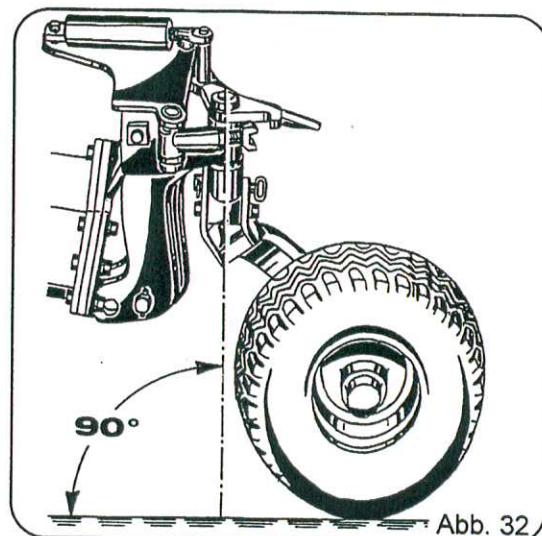

Abb. 32
Transportstellung Abb. 32
- Stecker (Abb. 32, Pos. F) ziehen und nach leichtem Schwenken des Rades Spannschloß (Abb. 32, Pos. H) in Loch G (Abb. 32) abstecken und Stecker wieder sichern.
- Spannschloß (Abb. 32, Pos. H) auf keinen Fall durch Drehen der Spindel verstellen.
- Stecker (Abb. 32, Pos. I) ziehen, Rad um 90° schwenken (Abb. 32, Pos. L) und in Loch J (Abb. 32) wieder abstecken und auch hier Stecker wieder sichern.
- Pflug soweit anheben bis die Schwenkachse des Rades etwa senkrecht steht (Abb. 32, 90°).